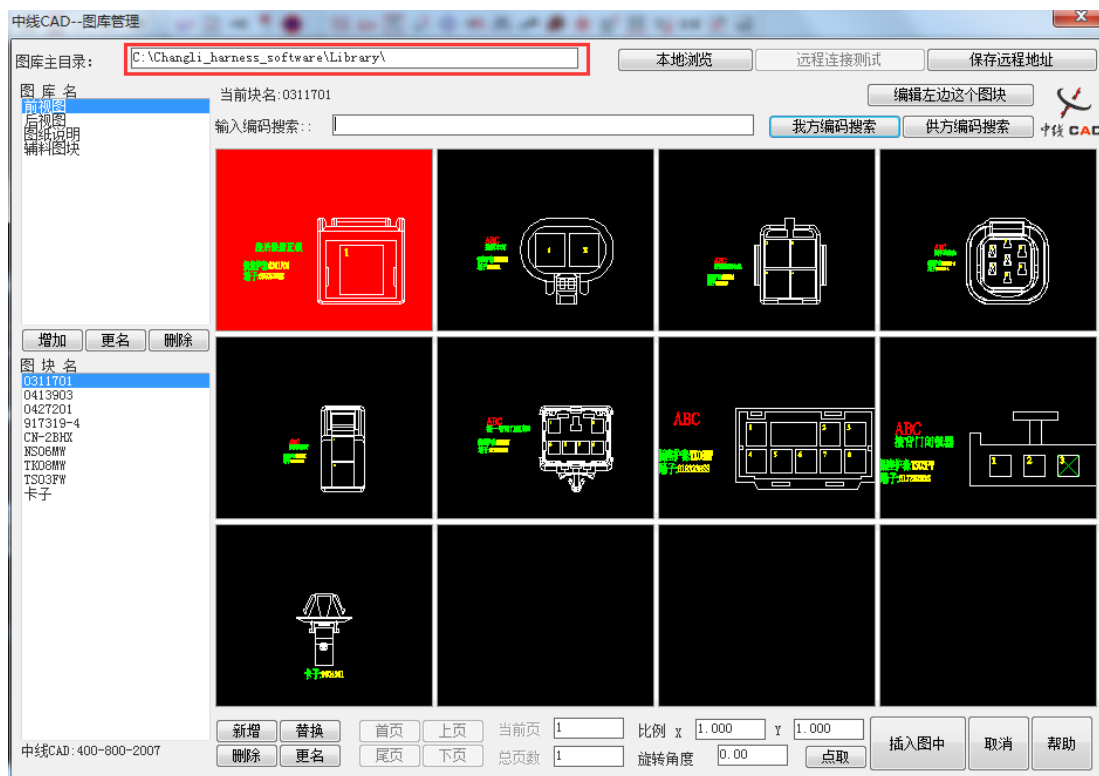

图 1-1
1. 执行【中线 CAD/图库管理】命令，或单击工具栏中的【插入图块及图库管理】按钮，快捷键 TK。系统自动跳出【中线 CAD-图库管理】对话框，图库地址可以调用网上邻居、数据库和本地，这里我们设置地址为本地，如图 1-1 所示；